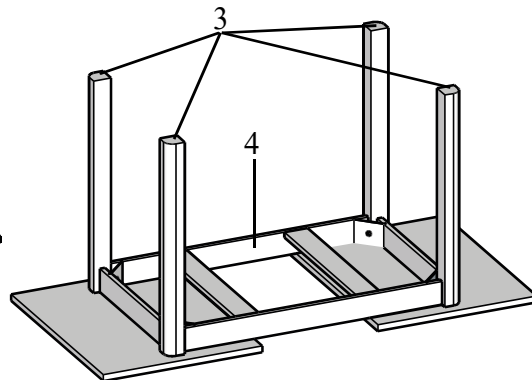

РИС. 2
Шаг 2. Переверните столешницу (1) и установите ножки (3) в каркас столешницы (4) - рис.2.